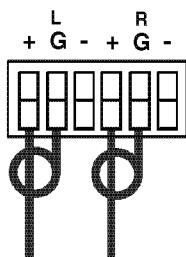

Рис. 8. Подключение приемников небалансного стереофонического аудиосигнала
- приемников небалансного аудиосигнала (рис. 8)
На рис. 8 показано подключение приемника, работающего с небалансным аудиосигналом, к балансному выходу коммутатора: